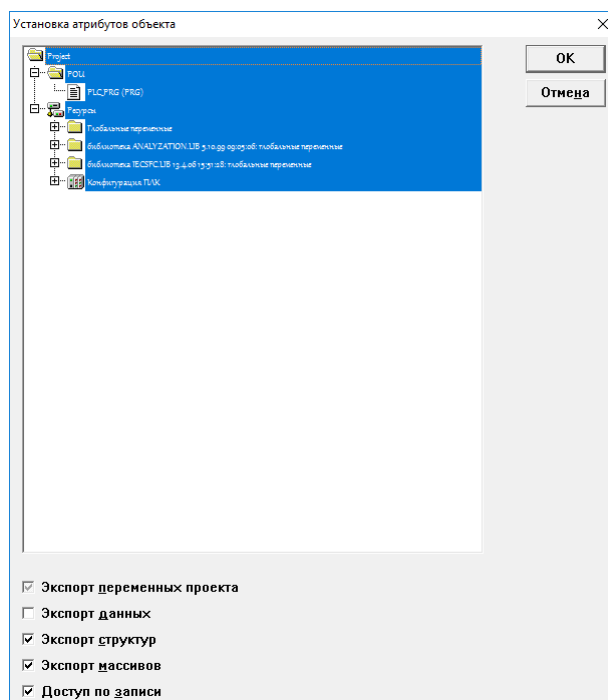

Рисунок 16.3 – Окно «Установка атрибутов объекта» (Set object attributes)
- В открывшемся окне «Установка атрибутов объекта» (Set object attributes) снять флажок переключателя «Экспорт переменных проекта» (Export variables of object), см. рисунок 16.3. Остальные переключатели станут недоступными для редактирования.